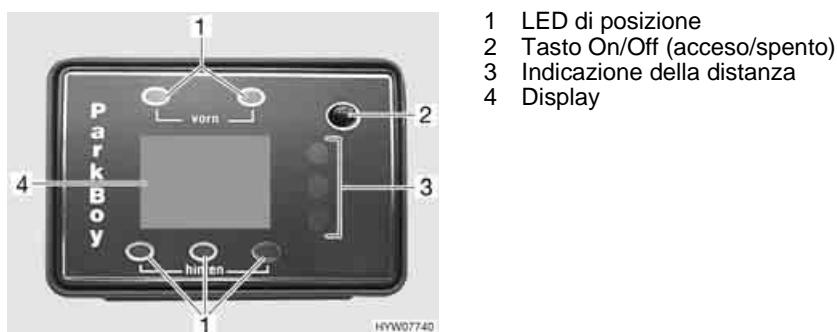

Fig. 11 Centralina di controllo del sensore di controllo distanza durante il parcheggio
Nella zona passeggeri, una centralina di controllo con display (Fig. 11) indica la distanza dall'ostacolo. Contemporaneamente viene emesso un segnale acustico come segnale di avvertenza.
- ▷ Quando si accende il motore, il sensore di controllo distanza durante il parcheggio effettua automaticamente un controllo del sistema. Tutti i diodi luminosi e i segmenti (barre del display) si accendono brevemente e viene emesso un segnale acustico (bip). Se - dopo il controllo del sistema - lampeggia il LED rosso dell'indicazione della distanza (Fig. 11,3) e viene emesso un segnale acustico d'allarme che si ripete velocemente, il sistema ha riconosciuto un difetto del sensore. Il sensore difettoso viene visualizzato sul display (Fig. 11,4).
- Premere il tasto On/Off (acceso/spento) (Fig. 11,2). Il display si illumina e compare "ON" (acceso). Il sensore di controllo distanza durante il parcheggio è pronto per le misurazioni.
- Indipendentemente dal modo in cui è stato acceso, il sensore di controllo distanza durante il parcheggio può venire spento in qualsiasi momento mediante il tasto On/Off (acceso/spento) (Fig. 11,2).
Il display (Fig. 11,4) indica la distanza in passi di circa 5 cm. Il sensore indica sempre la distanza più breve rilevata. L'accendersi del rispettivo LED di posizione (Fig. 11,1) indica quale sensore ha effettuato la misurazione.
I tre diodi luminosi di colore diverso (Fig. 11,3) costituiscono il secondo modo di rilevazione. La successione dei colori da verde a giallo a rosso, segnala l'avvicinamento a un ostacolo.